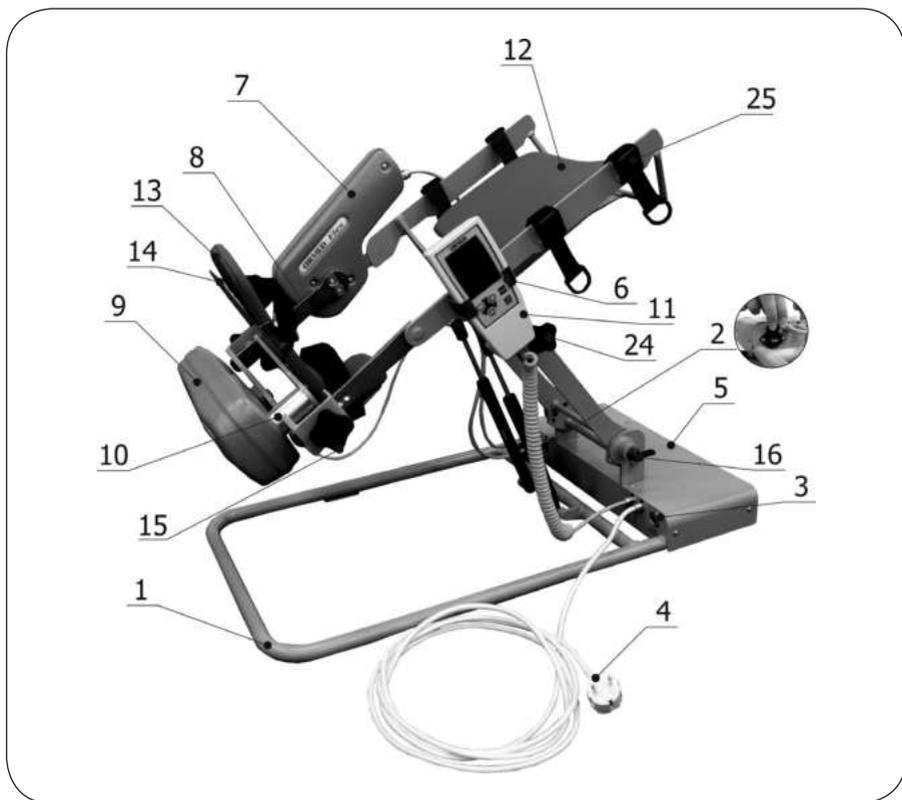

Рисунок 2.1 – Основные функциональные элементы Аппарата
2.2. Основные функциональные элементы Аппарата (см. рисунок 2.1): 1. Основной блок разработки суставов F02. 2. Порт USB. 3. Выключатель «Сеть» (сеть). 4. Сетевой кабель. 5. Крышка блока электроники. 6. Держатель пульта управления 7. Мотор А (ось вращения подошвенного сгибания/ тыльного сгибания). 8. Направляющая узла пронации/супинации (далее - узел П/С). 9. Мотор В (ось вращения пронации / супинации). 10. Узел пронации/супинации. 11. Ручной пульт управления. 12. Лоток для голени. 13. Лоток для стопы. 14. Опора стопы. 15. Фиксатор настройки сустава под ось вращения. 16. Фиксатор настройки наклона Аппарата. 24. Фиксатор настройки наклона опоры голени. 25. Фиксатор регулировки положения лотка для голени.